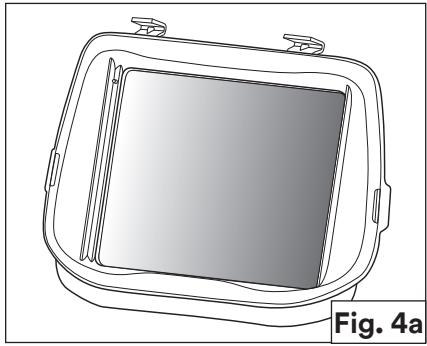

Fig. 4a
- Conjunto de filtro pasivo de la serie G5:** El ADF en el casco para soldar se puede quitar y el casco para soldar también se puede usar con un vidrio de un solo tono (Fig. 4a). Los tonos disponibles son 10, 11, 12 y 13. Para insertar la opción de vidrio de un solo tono: